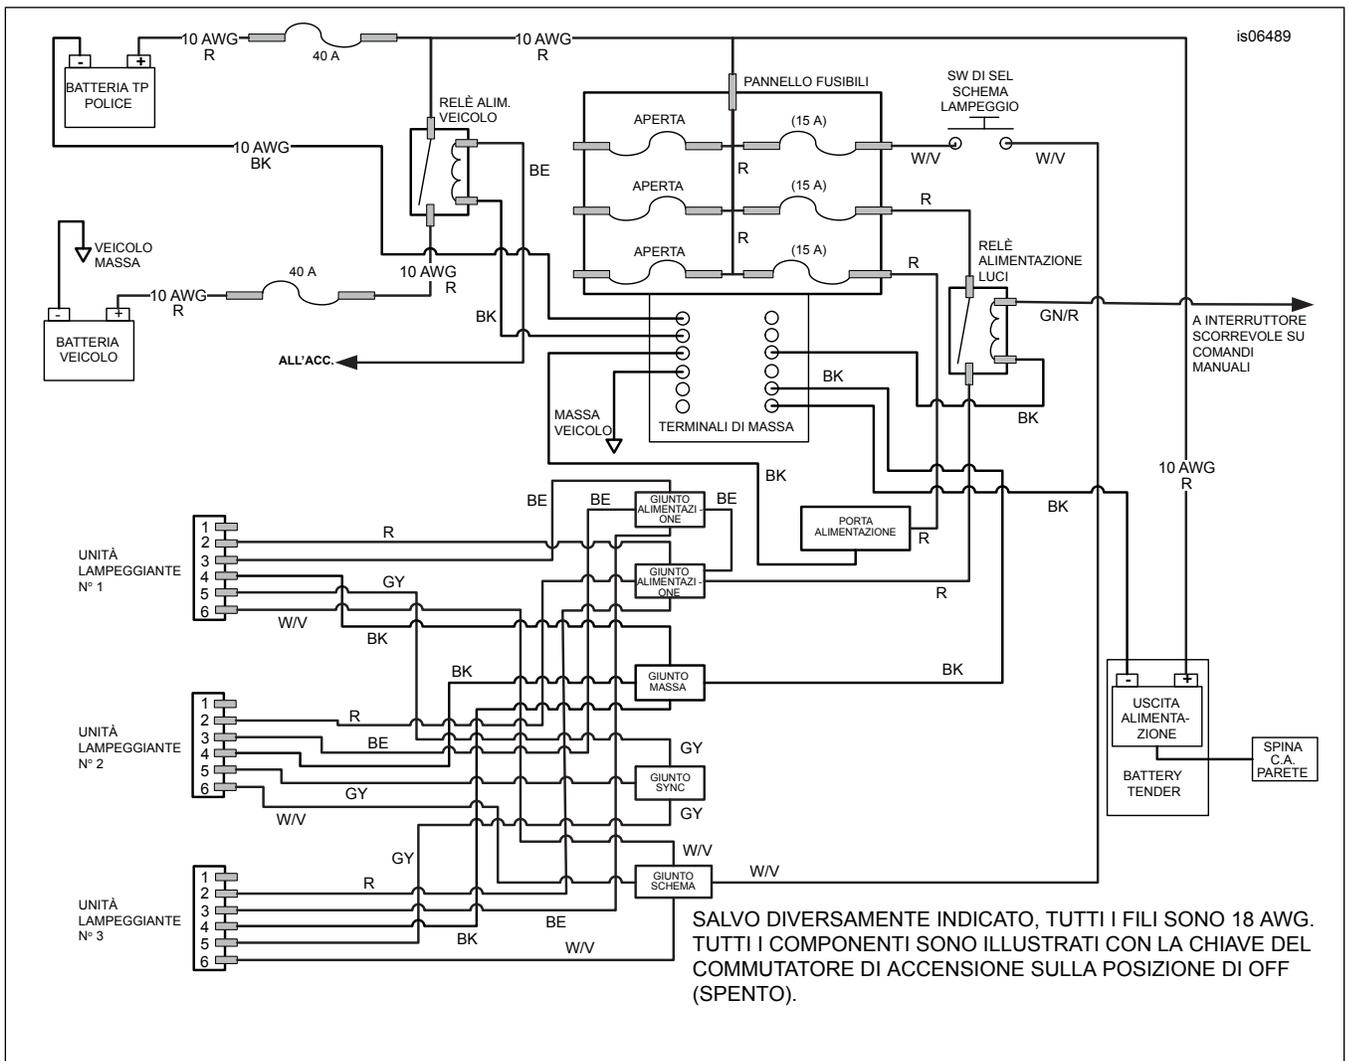
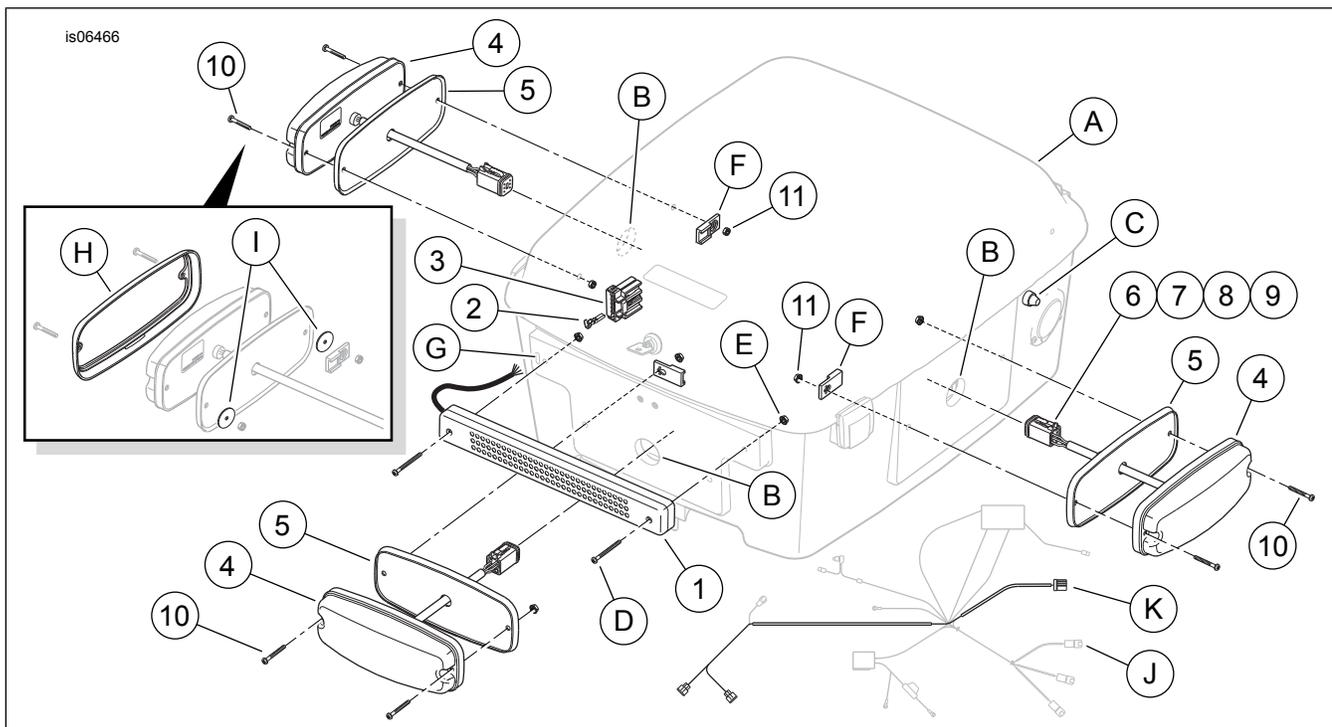

Figura 2. Schema elettrico; luci a LED 69816-10, 69940-10 o 69941-10 su Tour-Pak Police 53631-04, 53632-04, 54179-10 o 54180-10
Figura 3. Parti di ricambio, kit luci a LED per Tour-Pak Police
Vedere Figura 3 e Tabella 3.
1. Vedere Figura 3. Inserire il connettore (7) della luce a LED attraverso il foro grande (B) nel lato o nella parete posteriore del Tour-Pak (A). Per il corretto orientamento della luce, servirsi delle lettere pressofuse nella lente del LED.
- Rimuovere la luce di arresto ed eliminarla. Conservare la bulloneria di montaggio (D e E). Vedere Figura 3.
- Uno per volta, inserire i fili della **nuova** luce ausiliaria (1) attraverso il foro oblunco (G) sul lato posteriore sinistro del Tour-Pak. Installare la nuova luce STT utilizzando la bulloneria (D ed E) conservata al Punto 3.
- Vedere Figura 3. Rimuovere la parte femmina a sei vie (7) dai fili di una delle luci a LED (4) facendo riferimento alla sezione Connettori Deutsch nel manuale di manutenzione. Inserire la luce in una cornice per luce a LED (elemento H, pezzo di finitura, N° codice H-D 72641-10, disponibile separatamente). Inserire i fili della luce a LED attraverso il foro grande (B) nel lato o nella parete posteriore del Tour-Pak (A). Per il corretto orientamento della luce, servirsi delle lettere pressofuse nella lente del LED.
- Prima di stringere il dado, installare un fermo di ancoraggio (F) sulla filettatura della vite più a sinistra, come illustrato, all'interno del Tour-Pak **al di sopra** della rondella del parafrangente.*
- Vedere lo schema elettrico, Figura 2.*
18. Inserire l'interruttore a pulsante (C) attraverso il foro del Tour-Pak. Fissare il pulsante con relativa protezione di gomma (N° codice H-D 67880-94, acquistato separatamente).
19. Collegare le singole parti femmina Deutsch della luce a LED con le corrispondenti parti maschio del cablaggio della nuova luce a LED. Vedere Figura 2.